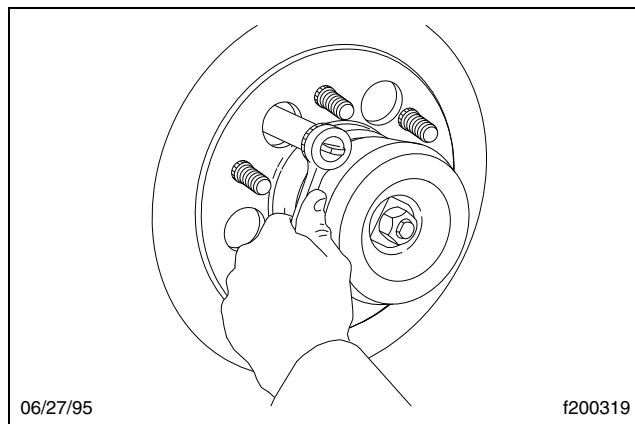

Figura 3, Alinee los orificios de acceso
8. Alinee los orificios de acceso del embrague del ventilador con los tornillos Allen ubicados en el cubo del embrague. Vea la **Figura 3**.